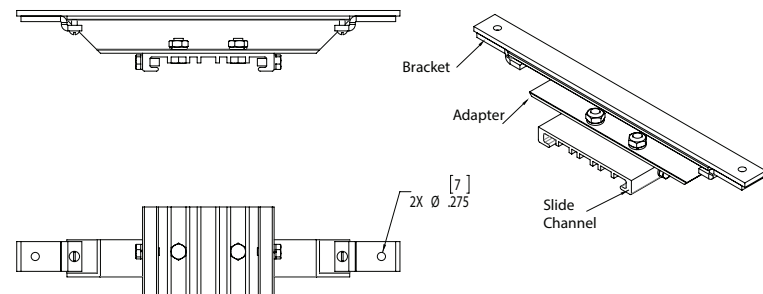

Figure 7 : Détails de la trousse de montage MagnaPro DP1050MTK
5. Installer un (1) adaptateur de chemin de câbles avec support coulissant sur chaque support MP1054MTK. Faire glisser le long bord de l'adaptateur de chemin de câbles dans les fentes du support, puis serrer les deux (2) vis cruciformes aux extrémités de chaque support MP1054MTK. S'assurer que les supports coulissants sont parallèles (voir figure 7).
8. Serrer à fond les vis de pression de 1/4 po sur chaque support coulissant (voir la figure 7). Visser au couple de 78 po-lb (8,8 N.m).